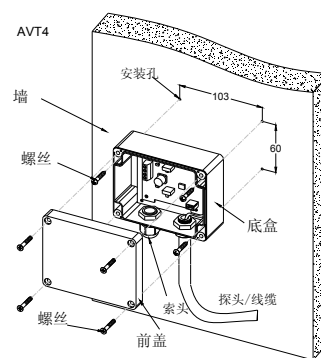

图 2
- FAVT4 挂墙安装时应垂直，并注意探头线缆朝下。可在墙壁或其它适合安装的平面上选择合适测量位置，应远离影响测量的因素，如冷、热源等，并应避免阳光直射或雨淋，必要时应另行安装遮阳板或防雨棚。在安装平面处按照底盒的安装孔尺寸(见图 2)打四个固定孔，打开前盖，再用四颗螺丝固定底盒。